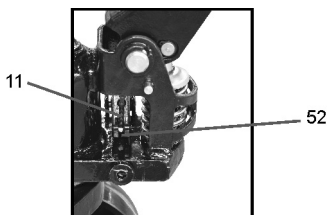

Fig.4 - Encaixe da corrente
c) Encaixe a ponta (pino roscado e porca “11”) da corrente “10” na ranhura da haste de ajuste “52”, conforme fig. 4.